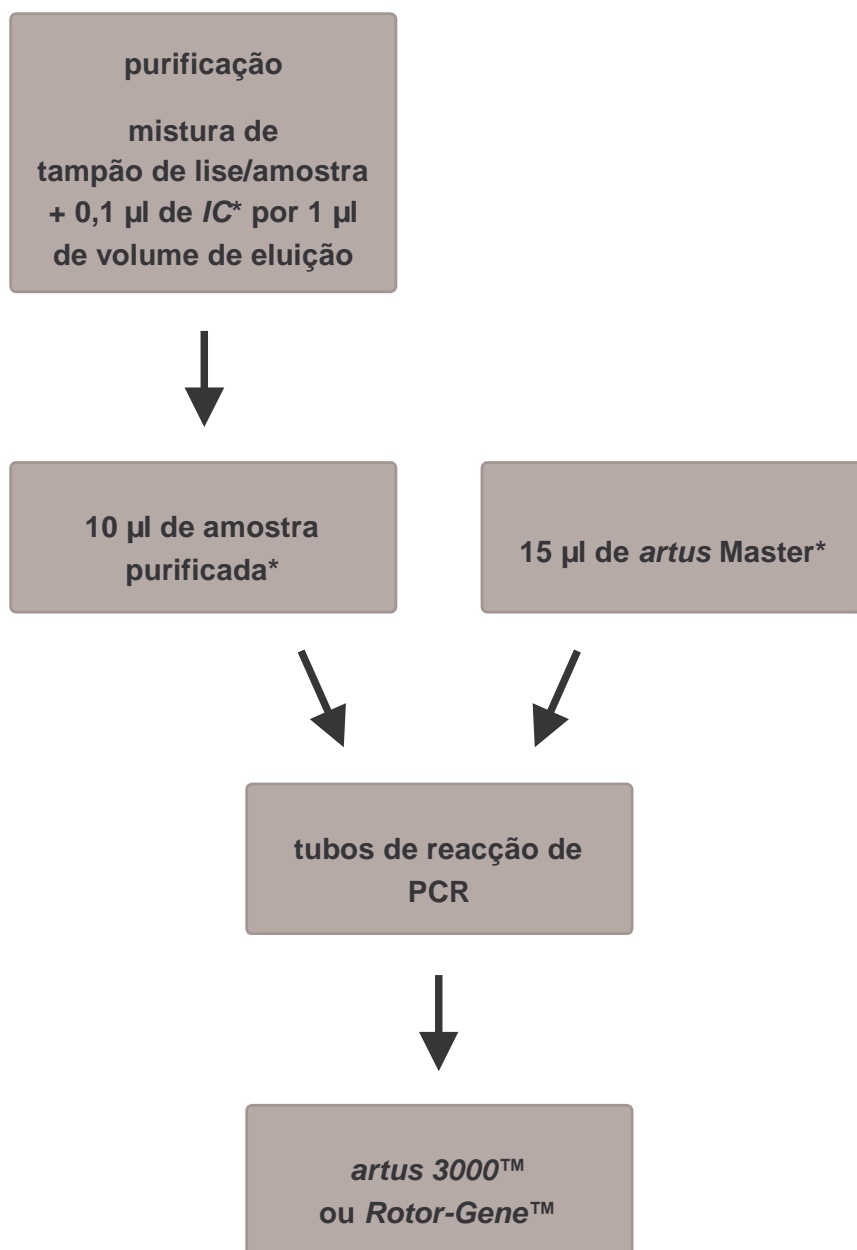

Fig. 1: Fluxo esquemático da operação para o controlo da purificação e da inibição da PCR.
É fornecido um *Controlo interno* (SARS-CoV LC/RG/TM IC) com o qual setem a possibilidade de controlar **não só a purificação do ARN como também uma possível inibição da PCR** (ver Fig. 1). Para este fim, adicioneo *Controlo interno* numa relação de 0,1  $\mu$ l por 1  $\mu$ l do volume de eluição na purificação. Se utilizar, por exemplo, o QIAamp Viral RNA Mini Kit e eluir o ARN em 60  $\mu$ l de tampão AVE, então acrescentar 6  $\mu$ l de *Controlo interno*. Se, p. ex., eluir em 50  $\mu$ l, então acrescentar respectivamente 5  $\mu$ l. A quantidade de *Controlo interno* acrescentada depende **apenas** do volume de eluição. O *Controlo interno* e eventualmente o Carrier-ARN (ver capítulo
**8.3 Controlo interno**). Neste caso, utilize o seguinte esquema de pipetagem (ver também o esquema reproduzido na Fig. 1):